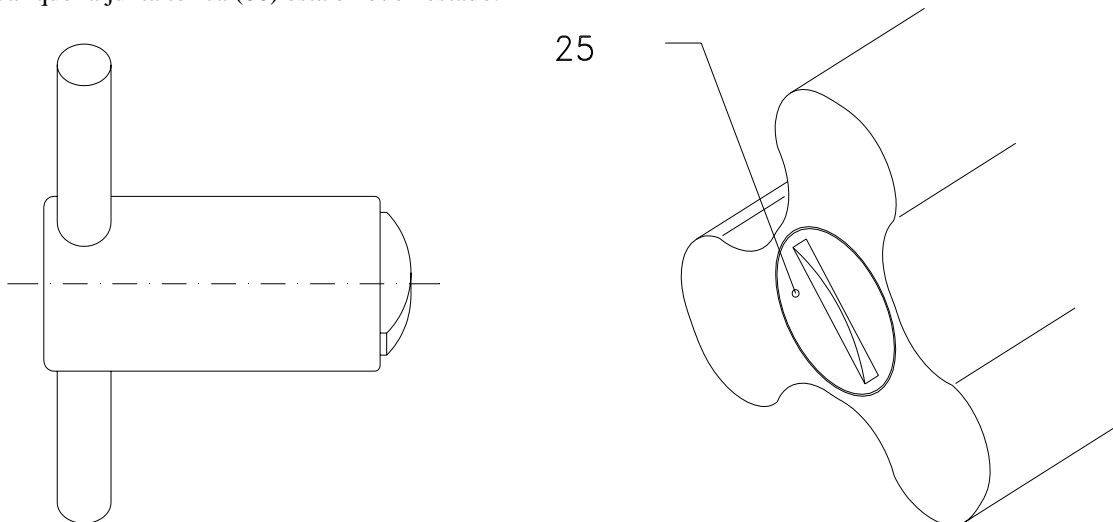
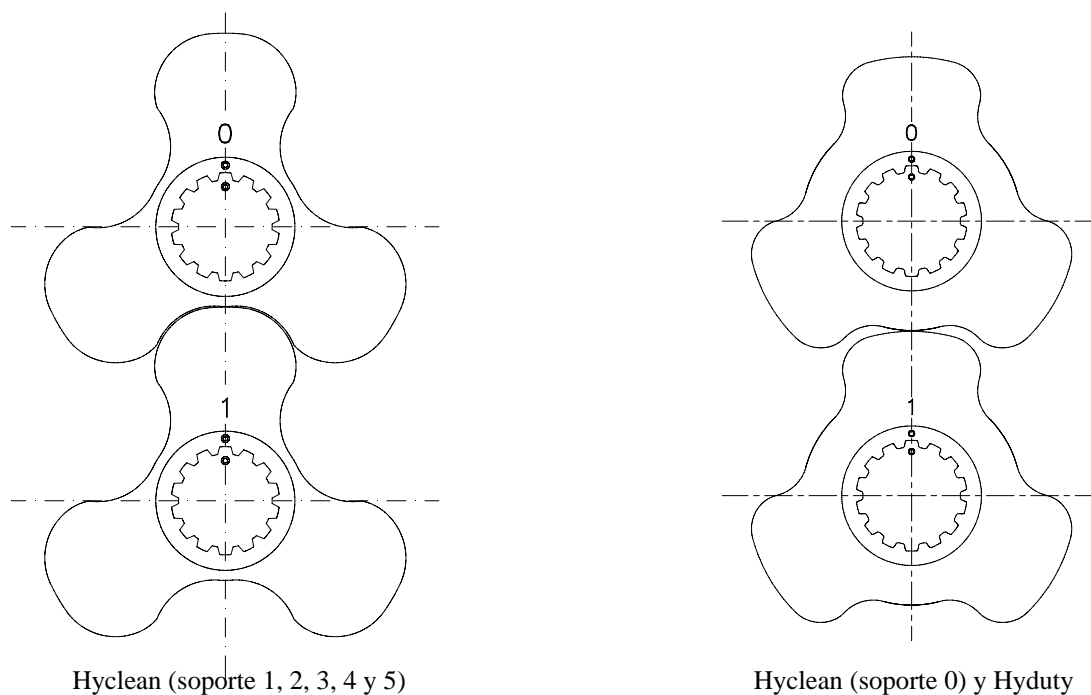

Figura 8.1: llave
Figura 8.4
- Soltar los tornillos lóbulo (25) con ayuda de una llave, según figura 8.1. Estos tornillos llevan rosca derecha. Con el fin de imposibilitar que los lóbulos giren simultáneamente, se puede colocar unos bloques de madera o de nylon entre los lóbulos (posición de los bloques: uno a la izquierda delante del tornillo lóbulo superior y el otro a la derecha delante del tornillo lóbulo inferior).
- Comprobar que la junta tórica (80) está en buen estado.
- Deslizar los lóbulos sobre los ejes hasta la camisa eje. Fijarse en las marcas (0,1 y ●); ver la figura 8.4.
- Comprobar que las juntas tóricas (80) de los tornillos lóbulo (25) todavía están en buen estado y se sitúan bien en la ranura.
- Fijar los lóbulos con los tornillos (25) y las arandelas (35). Apretar los tornillos con una llave según figura 8.1. Para impedir que los lóbulos giren simultáneamente, se puede colocar un bloque de madera o de nylon entre los lóbulos.
- Deslizar los lóbulos sobre los ejes según se indica en la figura 8.4. Presionar los lóbulos con la camisa eje.